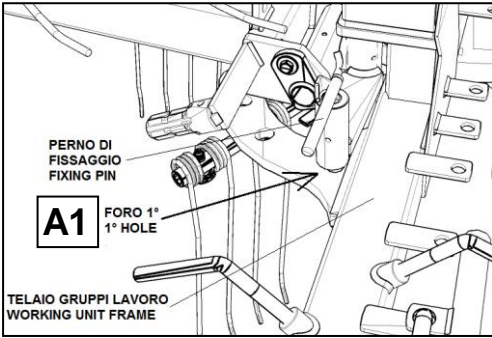

fig.15D
4. **Fig.15D** - Il telaio gruppi di lavoro bloccato nel foro **A1**, mediante perno a maniglia.
4. **Fig.15D** - The working unit frame locked in **A1** hole, by means the handle pin.